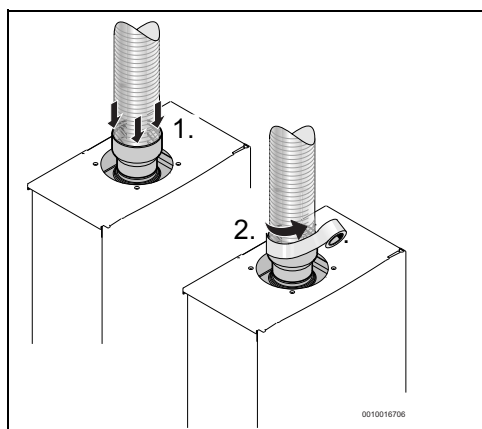

Fig. 24
- ser isolada com material adequado (Fig. 24)